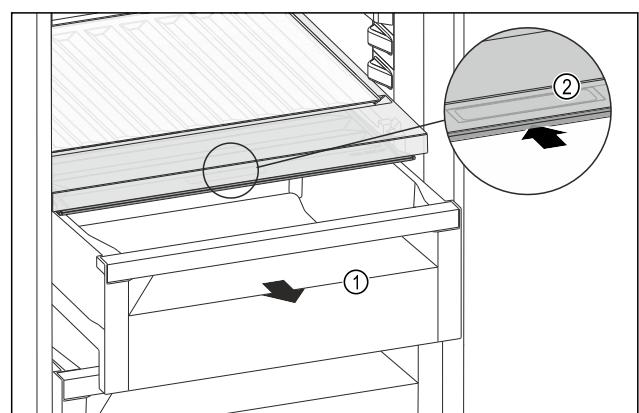

Fig. 118
- Schubfach Fig. 118 (1) herausziehen.
- Griffmulde Fig. 118 (2) am Fachdeckel anfassen und Fachdeckel gleichzeitig nach hinten schieben.